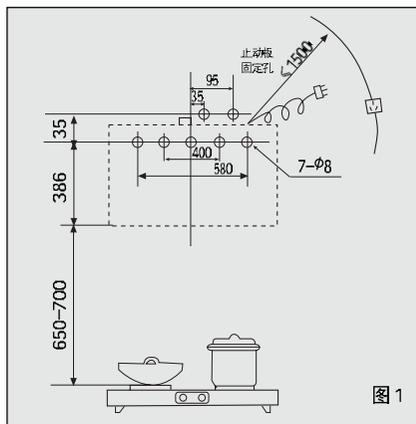
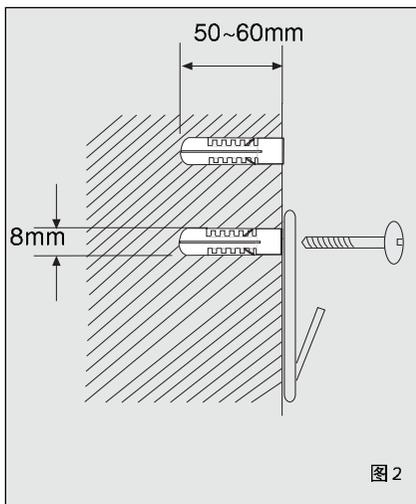

图1
图2
1、按图1尺寸在灶具上方坚实的地方准确确定冲击钻孔位置。冲击钻配上M7的麻花钻头或M6的冲击钻头，在钻孔位置上钻出7个直径为8mm，深为50~60mm的孔，牢固埋设膨胀管，在下排的5个孔上固定挂钩，旋入木螺钉拧紧。（如图2）
- ☆ 电源插座应在小于1500mm的地方（如图1所示）。